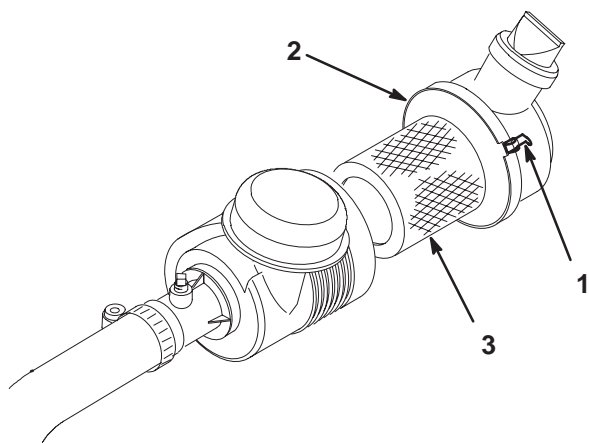

Figure 35
1. Desserrez les fixations qui maintiennent le couvercle sur le corps du filtre à air (Fig. 35). Ôtez le couvercle du corps et nettoyez l'intérieur.
3. Remettez le couvercle en place et verrouillez-le (Fig. 35).